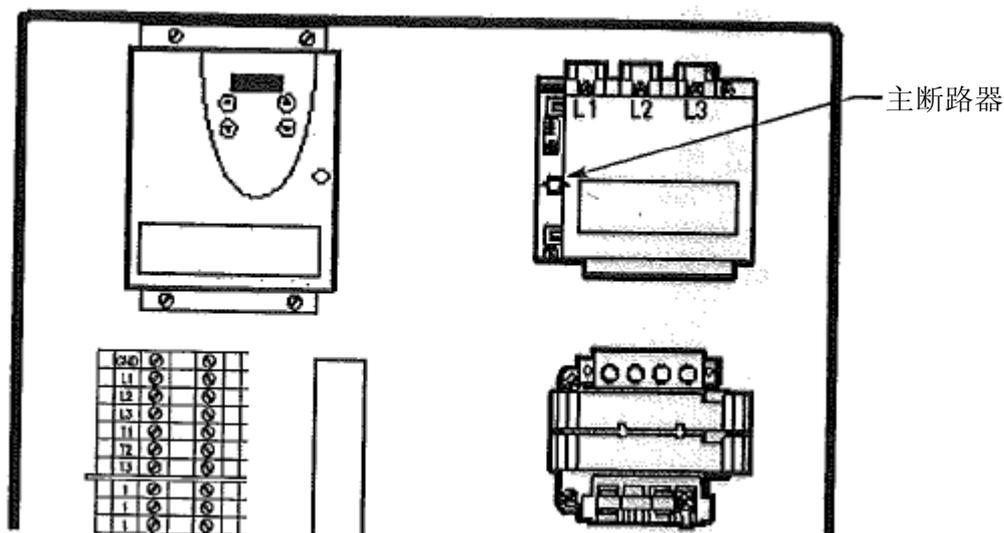

图 22: 主断路器。
- 按下“慢下”按钮，使门下降到期望的关闭位置。见图 22。